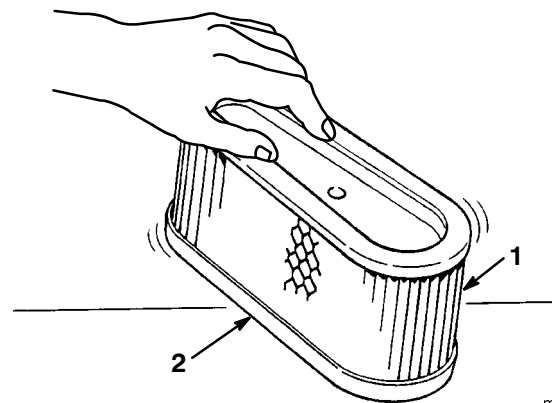

Figure 22
1. Tapotez doucement l'élément sur une surface plane pour faire tomber la poussière et la saleté (Fig. 22).